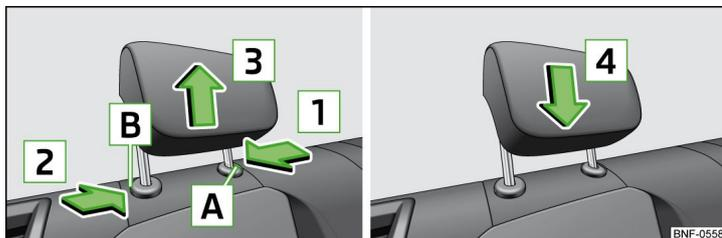

Fig. 46 Appuie-tête arrière : montage et démontage
- Appuyez sur le bouton de verrouillage **A** et maintenez-le dans le sens de la flèche **1** » fig. 46.